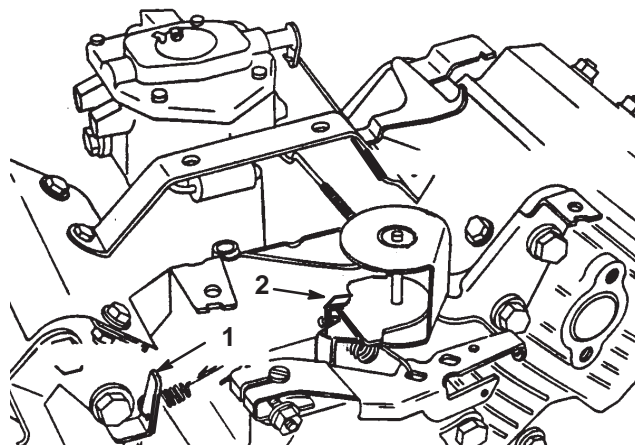

Figure 45
3. Courbez la languette d'ancrage du ressort de ralenti réglé (Fig. 45) pour obtenir un régime de ralenti de 1450 ± 50 tr/min. Vérifiez le régime avec un compte-tours.
5. Réglez la manette d'accélérateur en position Régime maximum. Courbez la languette d'ancrage du ressort de régime maximum (Fig. 45) pour obtenir un régime maximum de 2850 ± 50 tr/min.